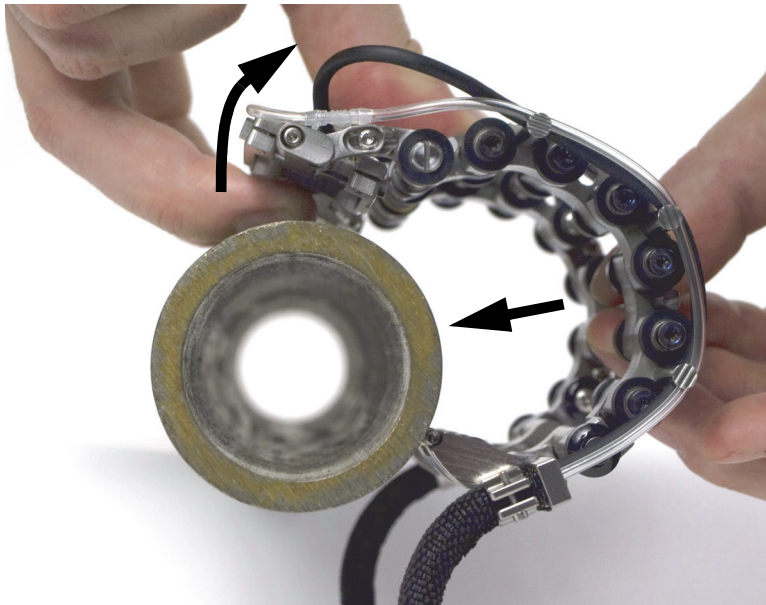

Figura 2-28 Installazione dello scanner sulla tubazione
- a) Aprire le sonde manualmente (vedere Figura 2-28 a pagina 57).